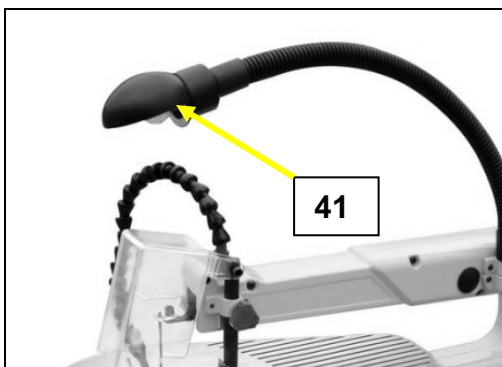

Fig 25
- La lampe (41) s'allume dès que la machine est mise en route.
- Orientez-la correctement vers le bas pour éclairer la zone de coupe sur la table (Voir Fig 25).